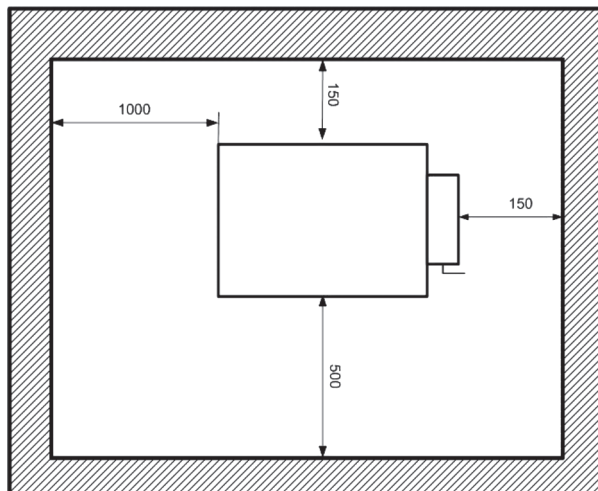

Рис.5 Схема размещения котла
5.13. Стены и потолок в помещении, где будет установлен котел, должны быть выполнены из негорючих, огнестойких материалов, обеспечивающих пожарную безопасность. Указанные расстояния от котла до стен являются ориентировочными и должны обеспечить удобство монтажа, эксплуатации и ремонта оборудования (рис. 5).